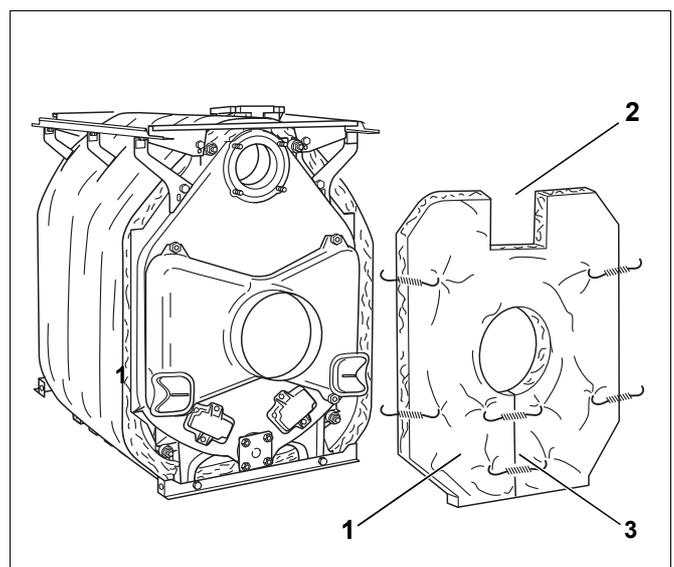

Bild 46 Hintergliedwärmeschutz montieren
- ▶ Hintergliedwärmeschutz (Bild 46, **Pos. 1**) auf den Abgasstutzen schieben. Dabei muss der Ausschnitt für den Kesselrücklauf (Bild 46, **Pos. 2**) nach oben zeigen.
- ▶ Den Schlitz unterhalb des Abgasstutzens mit einer Spannfeder verschließen (Bild 46, **Pos. 3**).